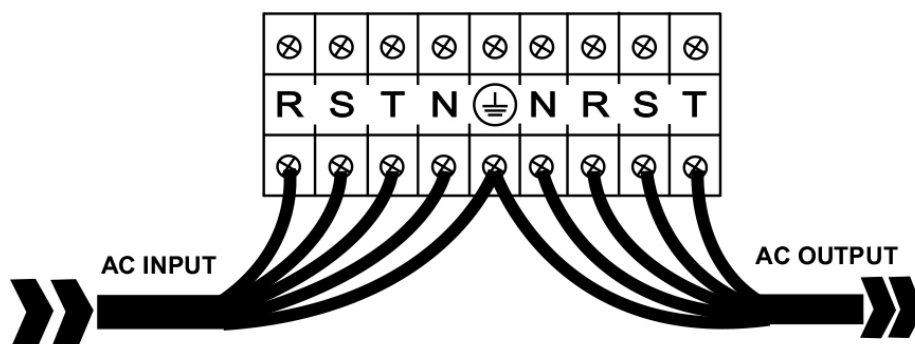

Figura 9 - Morsettiera d'Ingresso/Uscita (tutti i modelli Trifase)
- 3.1. Togliere il pannello metallico di accesso alla morsettiera. La morsettiera d'Ingresso/Uscita è illustrata in figura 9. Tutti i cavi devono arrivare alla morsettiera entrando dagli appositi fori sul pannello metallico. Nei modelli con potenza superiore a 50 KVA la morsettiera è dietro la portella frontale.
- 3.2. Procedere al collegamento della linea d'Ingresso **AC INPUT (FASE R, FASE S, FASE T, NEUTRO e TERRA)**, facendo attenzione alla corretta polarità e alla corrispondenza con la figura 9, come spiegato sotto:
- 3.3. Collegare la linea d'Uscita **AC OUTPUT (FASE R, FASE S, FASE T, NEUTRO e TERRA)**, facendo attenzione alla corretta polarità e alla corrispondenza con la figura 9, come spiegato sotto: